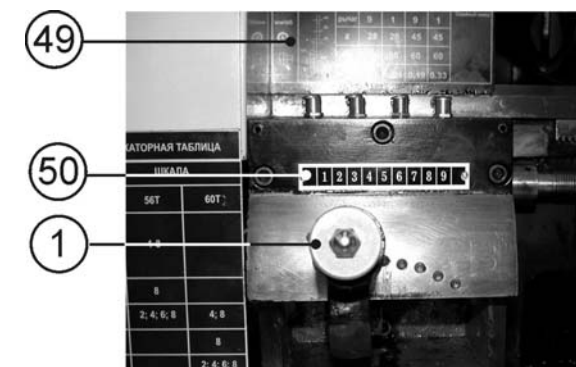
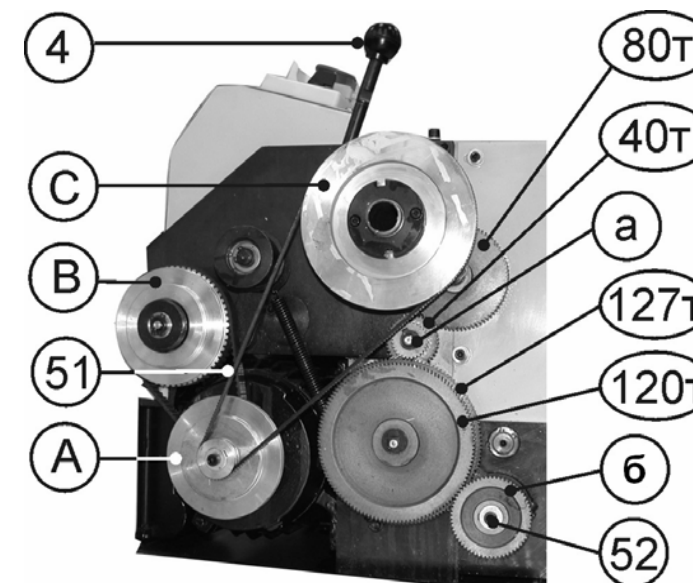

Рис.18
Рис.19
10.4.4. Станок оборудован коробкой скоростей автоматической подачи в диапазоне от 0,12мм. до 0,33мм. за один оборот шпинделя (см. таблицу 2 и шильдик (49), Рис.18.)
10.4.5. Откройте защитный кожух гитары (2), как указано в п.9.3.2. По таблице 2 установите необходимые шестерни (а) (б), Рис.19, и закройте защитный кожух (2), п.9.3.2.
10.4.6. Пользуясь таблицей 2, перемещая рычаг переключения скорости автоматической подачи, (1), Рис.18, можно менять скорость автоматической подачи. Например, при установке шестерен a=28Т и б=60Т, Рис.19, в положении 9 рычага переключения скорости автоматической подачи (1) по шкале (50) – скорость подачи равна 0,12мм на один оборот шпинделя. При установке рычага переключения скорости автоматической подачи (1) в положение 1 по шкале (50) – скорость подачи равна 0,21мм на один оборот шпинделя и т.д., Рис.18.
При каждом перемещении рычага переключения скорости автоматической подачи (1) необходимо рычаг натяжения ремня (4) привести в крайнее положение от себя, Рис.19.
10.5.2. Переставляя клиновой ремень (51) на шкивах А,В,С в положения 1,2,3 согласно таблице 3, можно ступенчато изменять скорость вращения шпинделя – 100; 250; 350; 500; 900 и 1800 об/мин., Рис.19, (А,В,С - шкивы). Например, при установке клинового ремня (51) на шкивах В,С в положении 1 – скорость вращения шпинделя равна 100 об/мин., а в положении 3 - скорость вращения равна 500 об/мин. и т.д., Рис.19.
10.6.4. Комбинации использования шестерен для нарезания резьбы см. в таблице 4 и Рис.19.
1. См. Рис. 19
Рычаг переключения скорости автоматической подачи (1), Рис.18, в положении 1
2. См. Рис. 19
Рычаг переключения скорости автоматической подачи (1), Рис.18, в положении 7
10.6.5. Отвинтите крепежный болт (52), закрепляющий шестерню (б) и снимите стопорную шайбу шестерни (а), Рис.19.
10.6.6. Осторожно снимите шестерни, чтобы сохранить на месте шпонки на валах и установите необходимые шестерни (а) и (б). Количество зубьев на каждой шестерне промаркировано. Установите крепежный болт (52) шестерни (б) и стопорную шайбу шестерни (а), Рис.19.